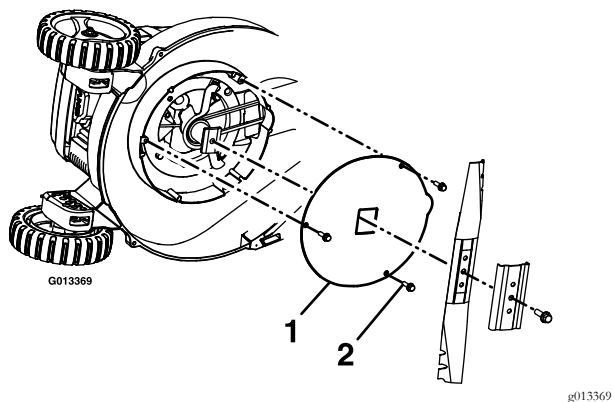

Figure 33
5. Déposez le boulon de lame, le support de lame et la lame (voir Figure 33).
6. Retirez les trois vis qui fixent la plaque de fermeture sur la machine (voir Figure 33).